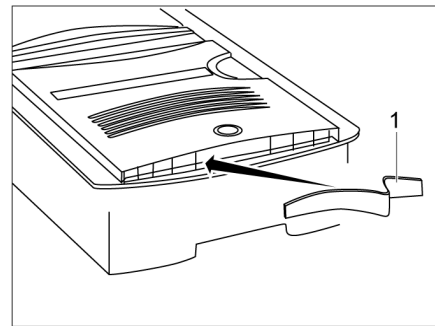

Bild 177 Ausblasfilter
- Ausblasfilter (Bild 177,1) herausziehen.
- Neuen Ausblasfilter von der Mitte aus nach links und anschließend nach rechts schieben (Bild 177).